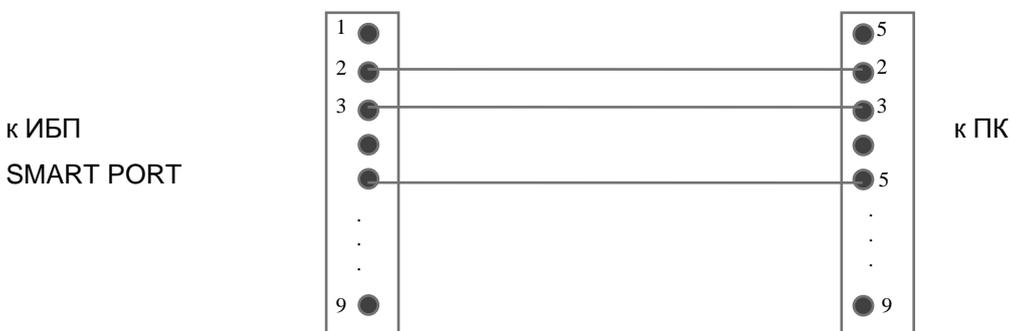

Рис. 3.8 Соединительный кабель – последовательный порт ПК 9-пол.
Рис. 3.8 и 3.9 показывают принцип подключения ПК к ИБП.
- а) Рис. 3.8 – если ПК оснащен 9-полюсным последовательным портом,